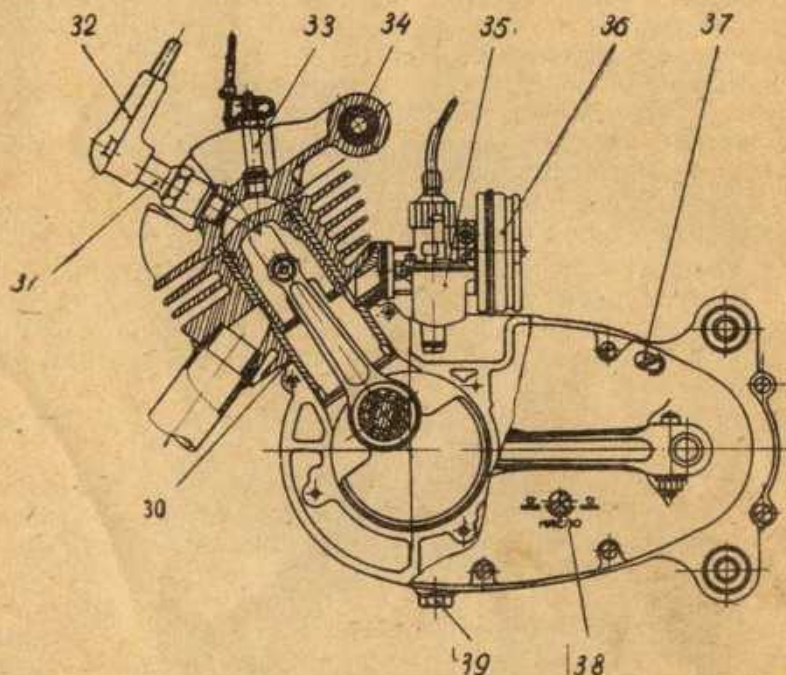

Рис. 3. — Двигатель (вид слева).
Воздушный фильтр 36 (рис. 3) сухой, сетчатый, не разборный, крепится на задней части горизонтального патрубка карбюратора при помощи хомутика. Фильтр имеет устройство для переобогащения топливной смеси при запуске холодного двигателя. Уход за воздушным фильтром состоит в периодической промывке его в чистом бензине и в легкой смазке автотом пакета фильтрующих элементов (сеток).
1. Слить отработанное масло через отверстие в дне картера, предварительно отвернув сливную пробку 39 и заливную пробку 37 (рис. 3).
Правильный уровень масла определяется контрольным отверстием в левой крышке картера, закрытого винтом 38 (рис. 3) масло надо заливать до тех пор, пока его уровень не совместится с контрольным отверстием. При этом мопед должен стоять в вертикальном положении.